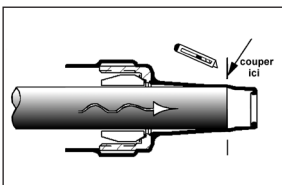

Figure 3
- Méthode 1: Dévisser le presse-étoupe. Forcer un câble dans l'enveloppe. Couper l'enveloppe devant le bout du câble (Figure 3).